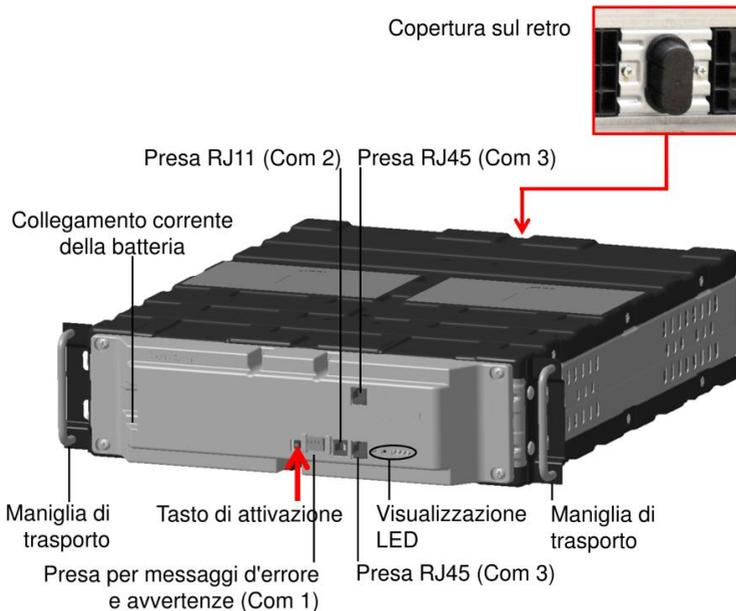
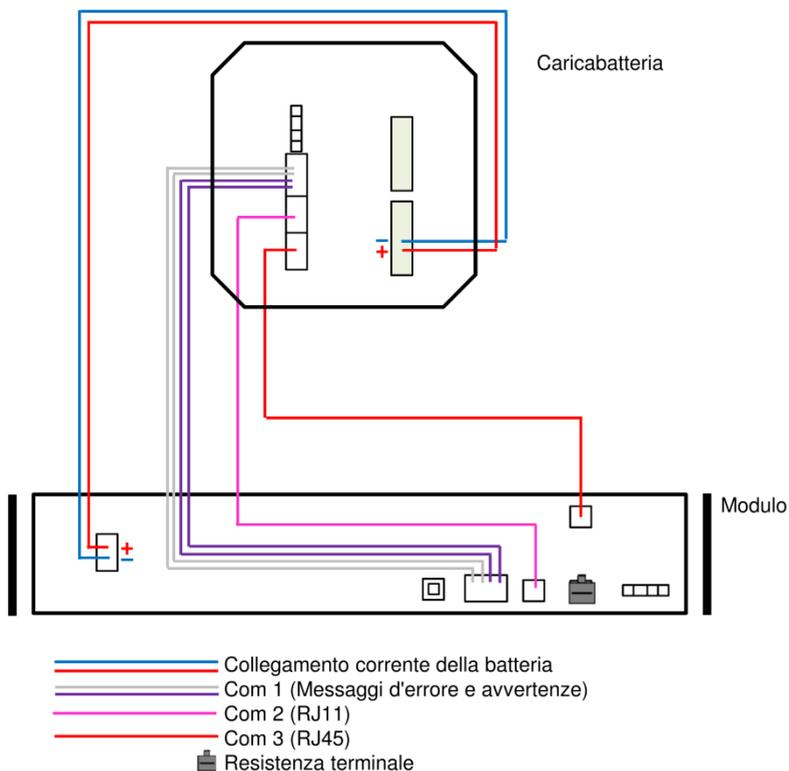
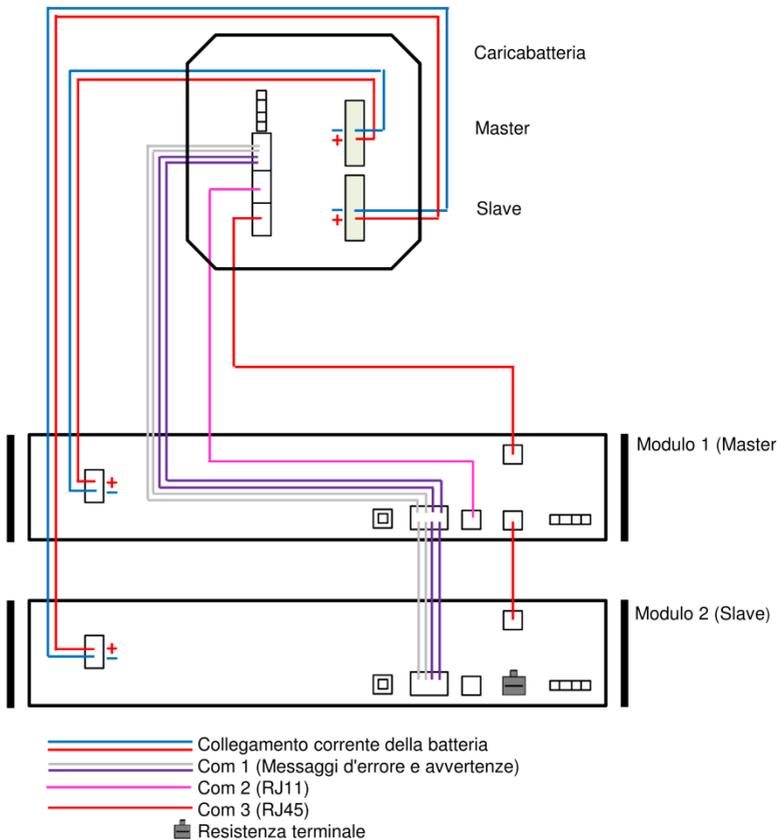

Figura 17: VARTA element 3/6 modulo batteria
Figura 19: collegare il caricabatteria con un modulo batteria
Figura 21: collegare il caricabatteria con due moduli batteria
Creare i collegamenti secondo Figura 19 (si veda a prop. anche Figura 17):
- **Comunicazione 1:** nel modulo batteria inserire i quattro fili nelle relative aperture del pomello. Per l'occupazione dei pin si veda Figura 19.
Creare i collegamenti secondo Figura 21 (si veda a prop. anche Figura 17).
- Premere il tasto di attivazione sul **modulo batteria Master** (si veda Figura 17).
correttamente in base alla Figura 21. Eventualmente modificare il cablaggio.